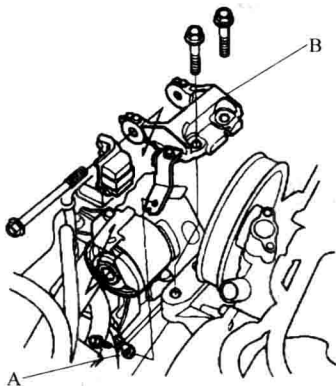

图 1-1-5 拆下接地线和发动机侧安装支架的上半部分
6. 把接地线 A 从发动机侧安装支架 B 上拆下 (图 1-1-5), 然后再拆下发动机侧安装支架的上半部分。